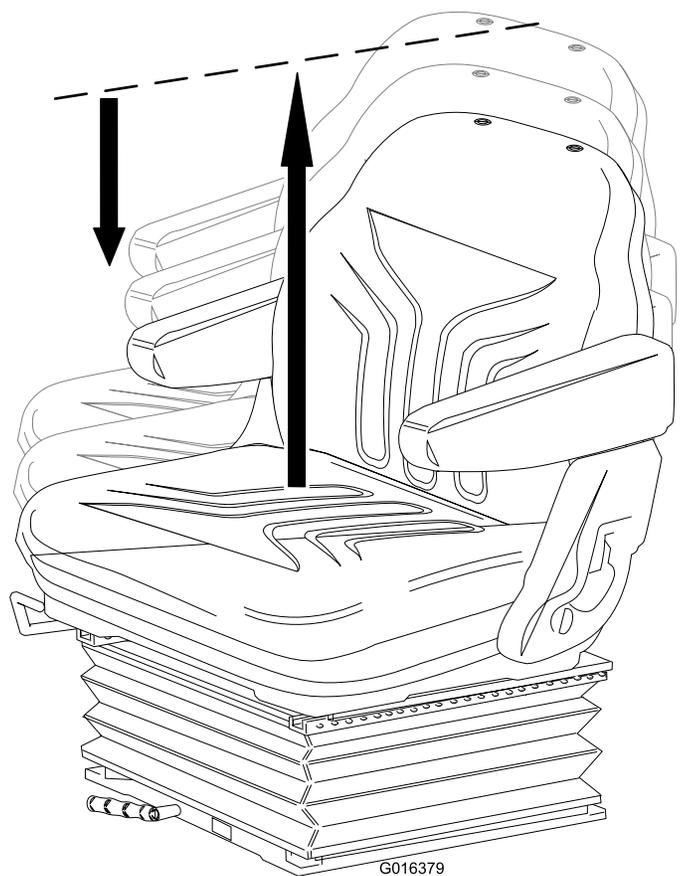

Figura 14
- **Ajuste da altura:** Levante manualmente o banco para efetuar o ajuste incremental da altura. Para baixar o banco, levante-o acima da posição mais alta e depois deixe-o baixar até à posição mais baixa (Figura 14).